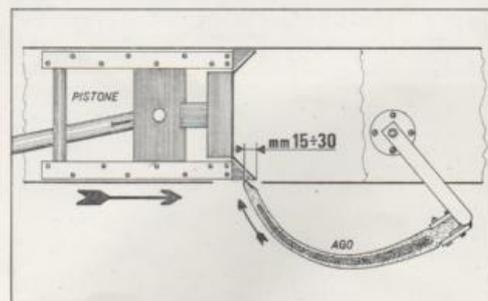
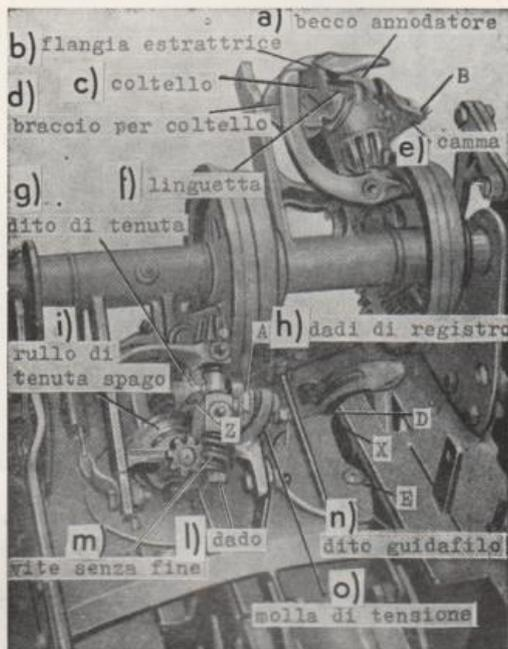

Fig. 13
Fig. 19
- il faut faire déclencher le noueur et tourner le volant à la main jusqu'à ce que les pointes des aiguilles arrivent au niveau de la chambre de compression et contrôler que les pointes du piston aient dépassée les pointes des aiguilles de 15 à 30 mm. (voir fig. 13).
Les aiguilles à l'état de repos doivent être complètement hors de la chambre (fig. 13). La position susmentionnée est réglée au moyen de la barre de réglage F, qui peut être allongée ou accourcie en vissant ou dévissant son manchon retenu par le contre-écrou. En entrant dans la chambre pour porter la ficelle au noueur, les aiguilles doivent glisser légèrement contre le bâti du noueur dans le point « Z » indiqué sur la figure 19 et à la distance de 4-6 mm. du disque de retenue de ficelle.
Pour le réglage de ce disque, on doit desserrer l'écrou qui bloque la vis sans fin (fig. 19), frapper quelques coups sur l'écrou même pour desserrer la vis sans fin, puis faire tourner le disque jusqu'à atteindre la position susmentionnée, puis serrer fortement l'écrou en faisant attention que le disque ne se déplace pas.
Le doigt reteneur ficelle est maintenu pressé contre le disque reteneur ficelle, par le ressort de tension. La pression du ressort susmentionné est réglé au moyen de la vis « A » (fig. 19) selon la densité des balles qu'on produit.
Le bras porte couteau (fig. 19), pendant sa course, doit forcer le couteau à couper les 2 bouts du noeud et expulser le noeud du bec au moyen de sa bride d'extraction. Cette dernière doit frotter à la partie inférieure du bec noueur et lorsqu'elle se trouve au maximum de sa course doit être à une distance de 10 ou 12 mm. de la pointe du bec même. Si cela n'est pas constaté, il faut l'accomoder ou le changer.
La mise en phase du doigt guide-ficelle (fig. 19) est suivie de la façon suivante: Actionner le noueur jusqu'à porter la pointe X du doigt devant l'aiguille comme dans la figure 19 et contrôler la distance « D » qui doit être d'à peu près 3 mm. Si cela n'est pas, relâcher la vis « E », déplacer le doigt en le portant à la juste mesure et bloquer fortement la vis E.
REMEDE: Affûter le couteau (fig. 19)
R: Enlever les impuretés qui se trouvent sous le ressort (fig. 19) et le détendre légèrement.